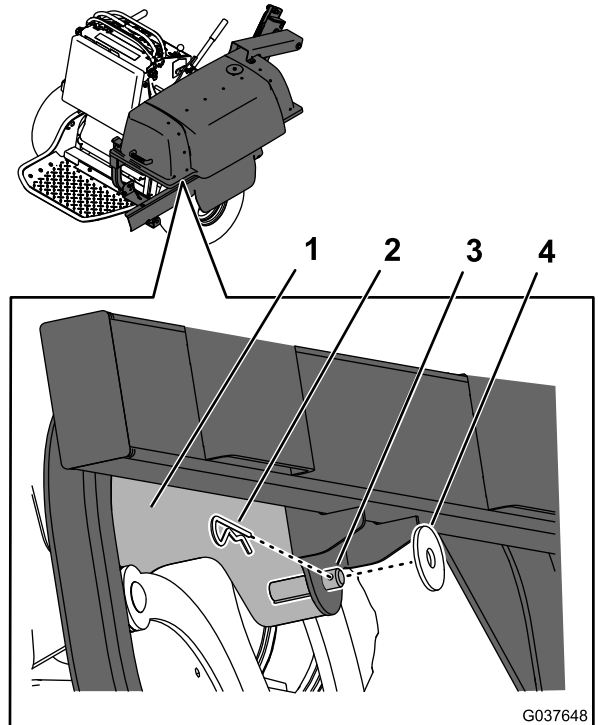

Figura 14
2. Fissate il telaio al perno sulla staffa del supporto posteriore utilizzando una rondella di spinta e una coppiglia (Figura 14).